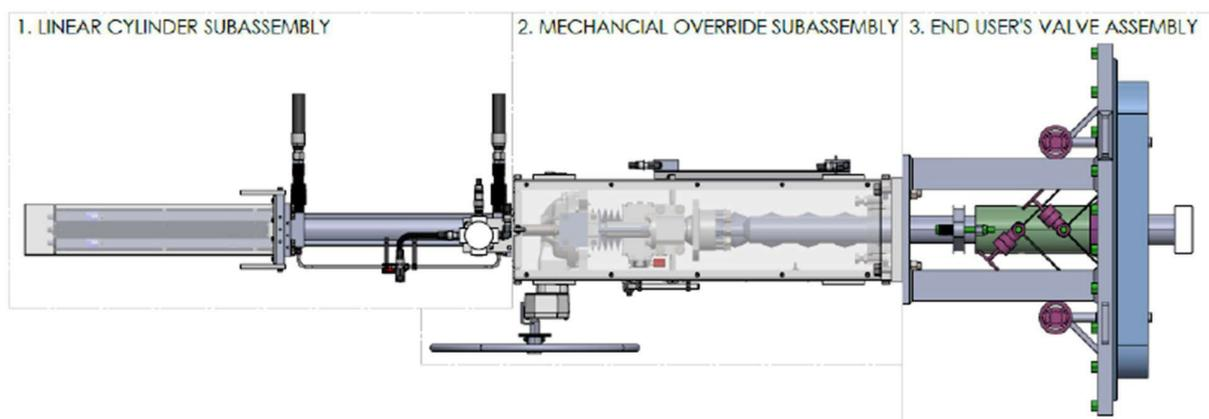

Figura 1: Acionamento por engrenagem mecânica linear
A Figura 1 ilustra um sistema de atuador com projeto de acionamento mecânico montado em (3) e exemplo de conjunto de válvula do usuário final: